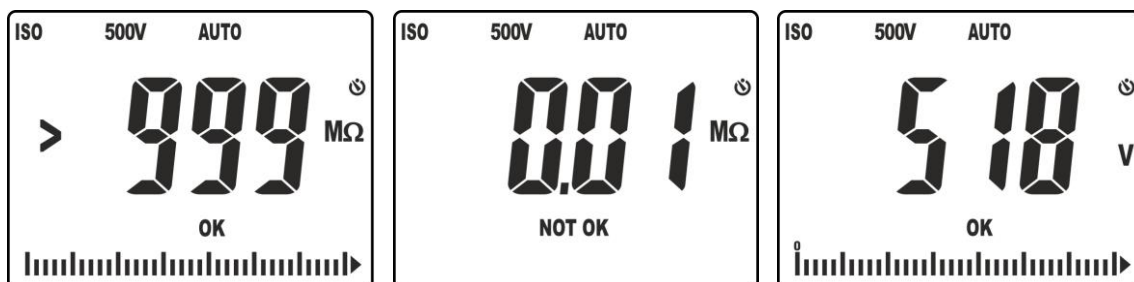

Fig. 18: Résultats de la mesure d'isolement en mode AUTO
10. La page-écran Fig. 18, à gauche, affiche la valeur de résistance d'isolement (le symbole « **>999** » indique la condition de hors échelle) avec résultat positif « **OK** » (valeur supérieure au seuil configuré). La page-écran Fig. 18, à gauche, affiche la valeur de la résistance d'isolement avec résultat négatif « **NOT OK** » (valeur inférieure au seuil configuré)